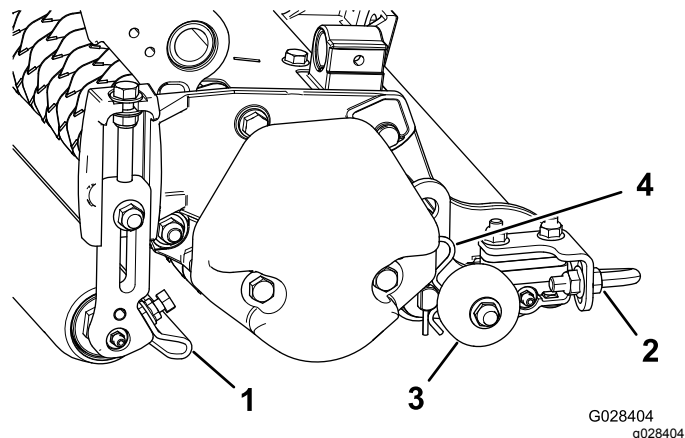

Рисунок 11
1. Ослабьте гайки с буртиками, которые крепят скребки роликов (Рисунок 11).
Перед тем, как опустить вертикалтер на пол в мастерской или извлечь его из тягового блока, опустите ведущие ролики (Рисунок 11), чтобы обеспечить отсутствие контакта ножей с твердой поверхностью.